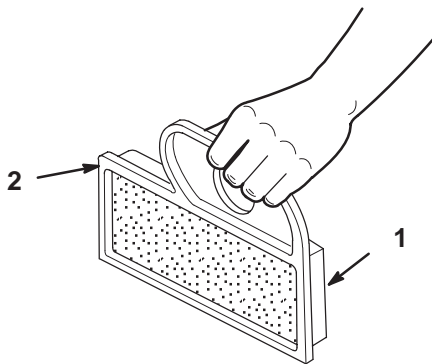

Bild 37
- Klopfen Sie den Einsatz leicht auf eine flache Unterlage, um Staub und Schmutz zu beseitigen (Bild 37).